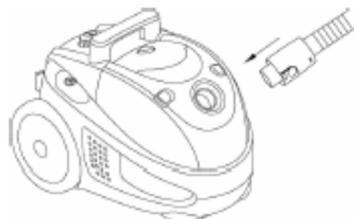

Рис.3
- Наполните контейнер для воды обычной водопроводной водой до уровня MAX H₂O на индикаторе (см.рис.3).